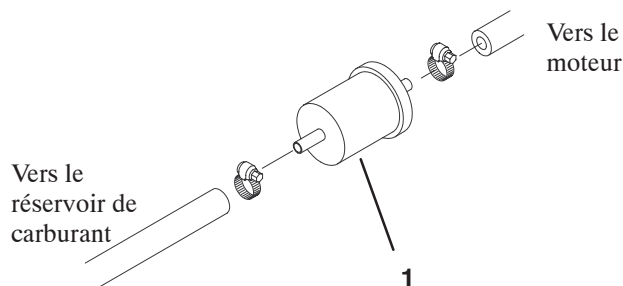

Figure 49
Le préfiltre à carburant (Fig. 49) est monté entre le réservoir de carburant et la pompe d'alimentation. Changez-le toutes les 450 heures de fonctionnement ou une fois par an, la première échéance prévalant.
1. Serrez l'extrémité des deux conduites d'alimentation raccordées au filtre pour que le carburant ne s'écoule pas quand vous débranchez les conduites (Fig. 49).